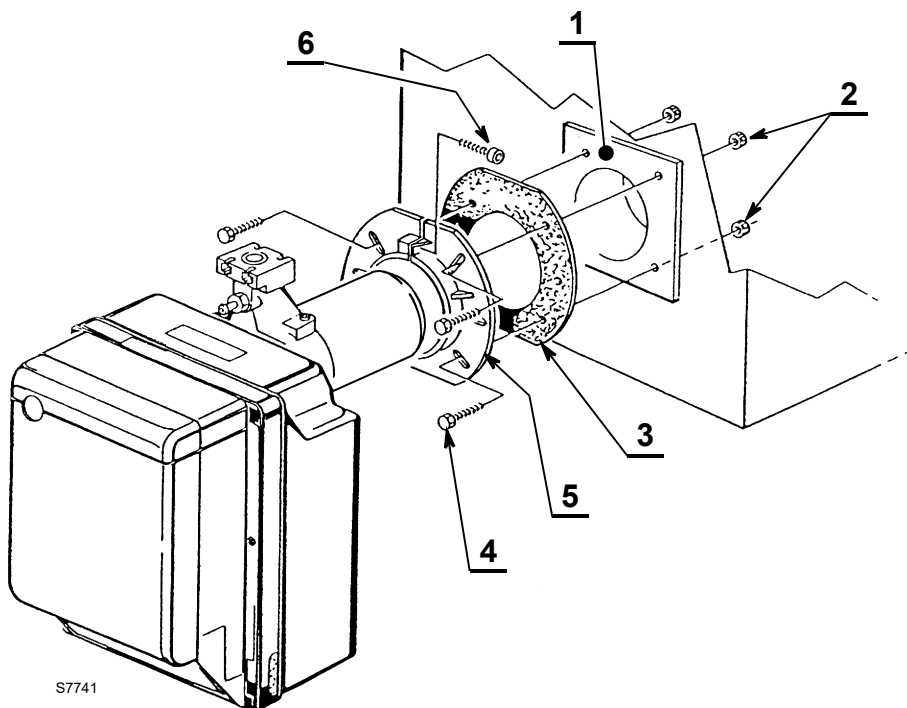

Fig. 12
- Fije la brida 5 (Fig. 12) en la puerta de caldera 1 (Fig. 12) interponiendo la junta aislante 3 con los cuatro tornillos 4 y (si es necesario) las tuercas 2 pero manteniendo apretado uno de los dos tornillos superiores 4 (Fig. 12).
- Introducir el cabezal de combustión del quemador en la brida (5) (Fig. 12), apretar la brida con el tornillo 6, después apretar el tornillo 4 (Fig. 12) que estaba flojo.